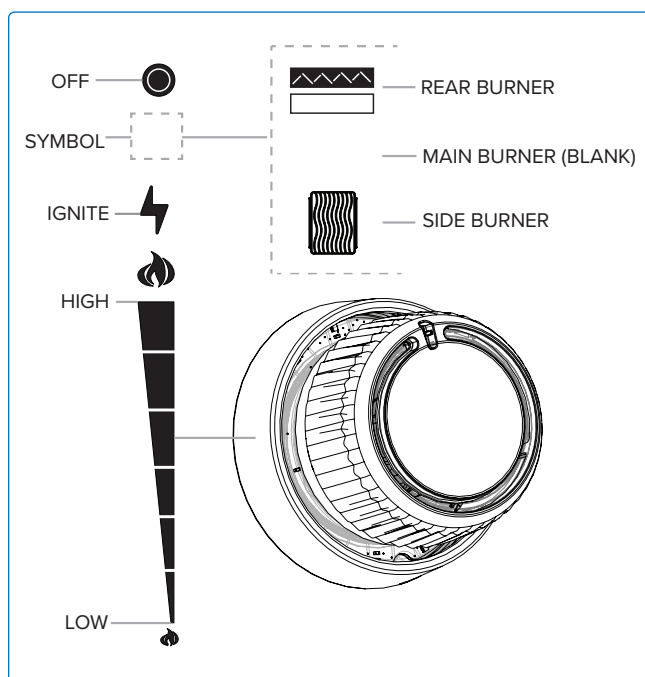

Fig. 7
2. Tryk og drej langsomt en hvilken som helst hovedbrænderknap mod uret til HØJ position, indtil tænderen tænder. Fortsæt med at trykke ned på kontrolknappen, indtil brænderen tænder, og slip derefter (**Fig. 6A & Fig. 7**).
3. Tryk og drej langsomt bagbrænderknappen mod uret til HØJ position (**Fig. 6D & Fig. 7**).
4. Hvis brænderen ikke tænder inden for 5 sekunder – drej brænderens kontrolknap med uret til OFF-positionen. Vent 5 minutter. Gentag trin 2 og 3. **(Fig. 6E & Fig. 7).**